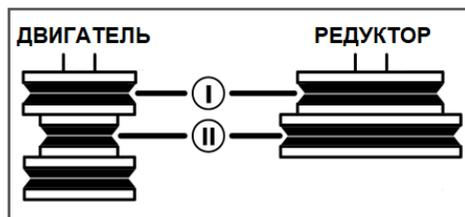

Рис. 41. Изменения передаточного числа ременной передачи
Имеются два режима скоростей (Рис. 41):
2. Установите ремень привода в канавки «I» или «II» шкива вала двигателя и шкива вала редуктора (Рис. 41).